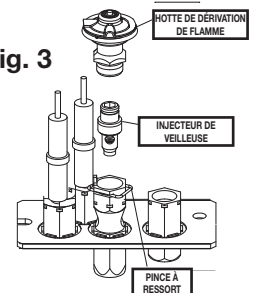

Fig. 3
7. Retirez la hotte de dérivation de flamme de l'assemblage de la veilleuse en tirant à la verticale. Utilisez une clé Allen pour dévisser l'injecteur. Remplacez l'injecteur par celui qui est fourni (**Fig. 3**). Remplacez la hotte de dérivation de flamme sur l'assemblage de la veilleuse en vous assurant qu'elle est bien alignée.